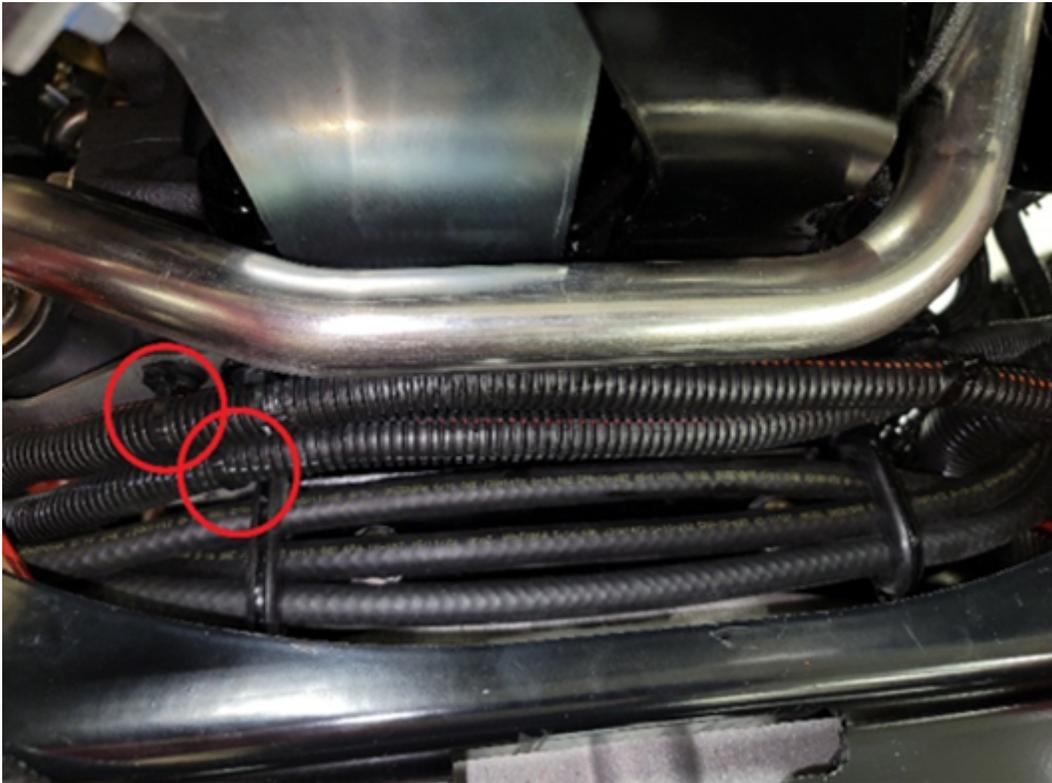

Figura 6
9. Asegúrese de que ambos arneses de cables estén seguros y, a continuación, corte el exceso de los clips con brida (Figura 6).